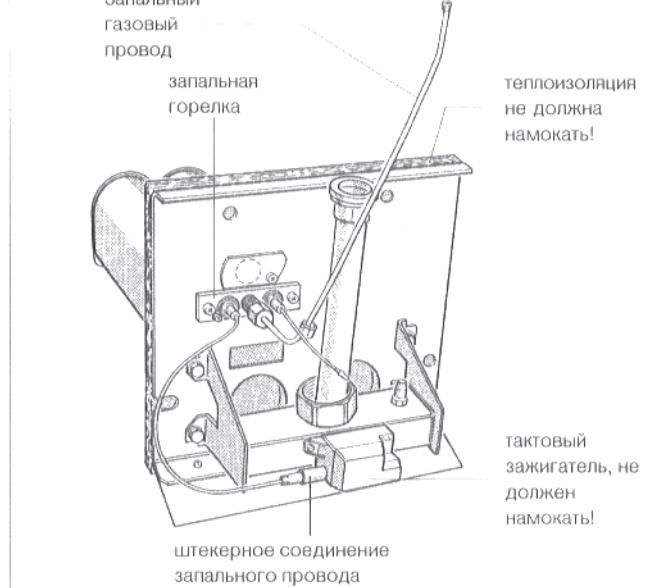

Рис. 46: газовая горелка
- Снять штекерное соединение запального провода у тактового зажигателя (рис. 46).
- Снять провод запального газа у запальной горелки (рис. 46).
- Ослабить два винта у запальной горелки и осторожно вытянуть запальную горелку (рис. 46).
- Погрузить стержни горелки в воду с детергентом и очистить щеткой. Следить при этом, чтобы теплоизоляция у щита горелки и тактовый зажигатель не намокли! При необходимости отвинтить тактовый зажигатель (рис. 46).